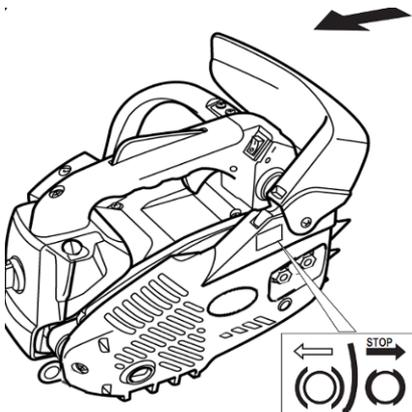

Fig.5
2) Positionner le Corps de Tronçonneuse comme en Fig. 5 et s'assurer que le frein (chaîne) de sécurité est désactivé (flèche Fig. 5).